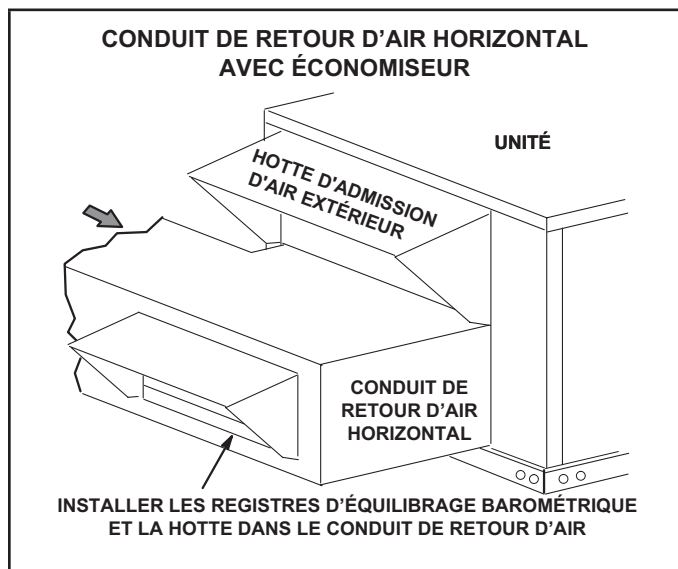

FIGURE 4
- 5- Installer le conduit de retour d'air sous l'admission d'air extérieur. Voir FIGURE 4. Installer le registre d'équilibrage barométrique dans la hotte inférieure et l'installer dans le conduit comme indiqué à la FIGURE 4.